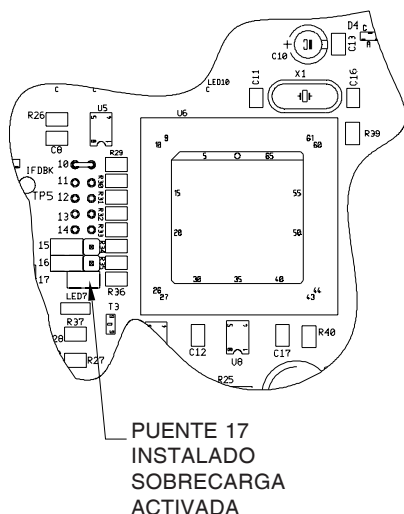

Figura 18: Ubicación del puente - Activación de sobrecarga
2. Coloque el puente entre las 2 (dos) clavijas en la ubicación 17 en la placa principal de CI (vea la Figura 18).